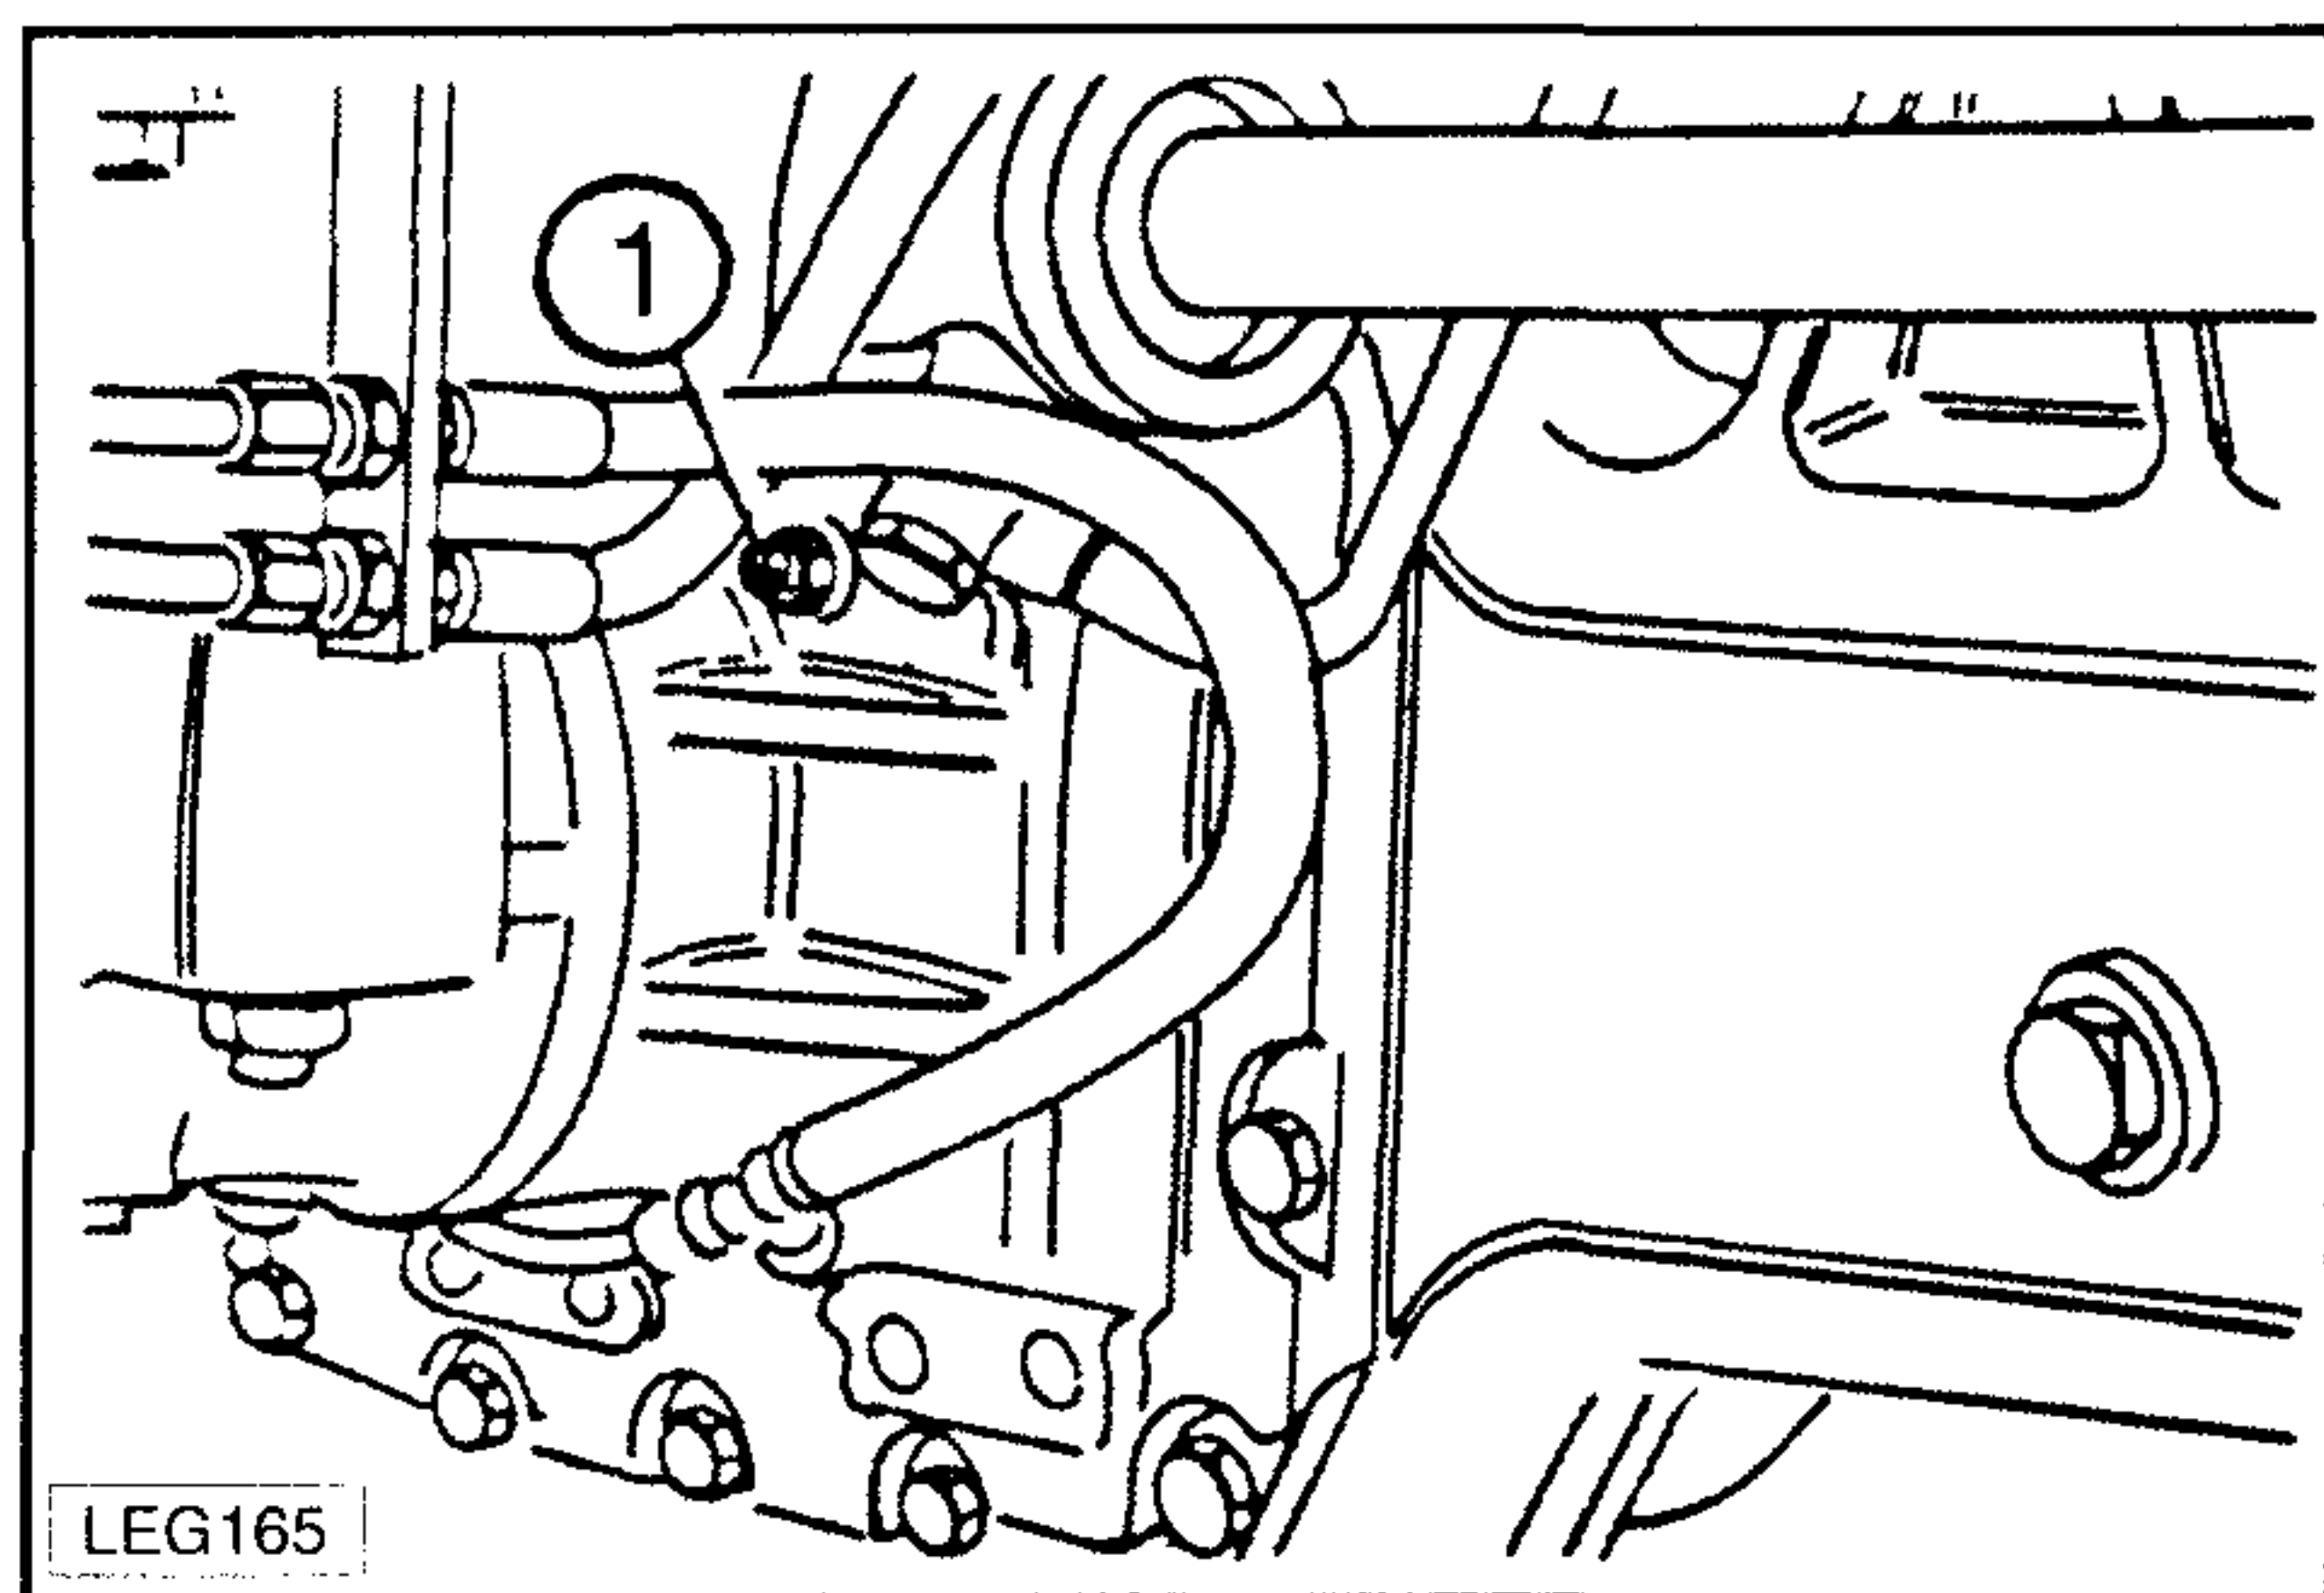

Fig.5-27
- 2 - Apretar simultáneamente los pedales y aflojar los dos tornillos de purga (1 - Fig. 5-27) situados posteriormente respecto al cuerpo central del eje delantero. Repetir esta operación hasta ver salir el aceite sin burbujas de aire.